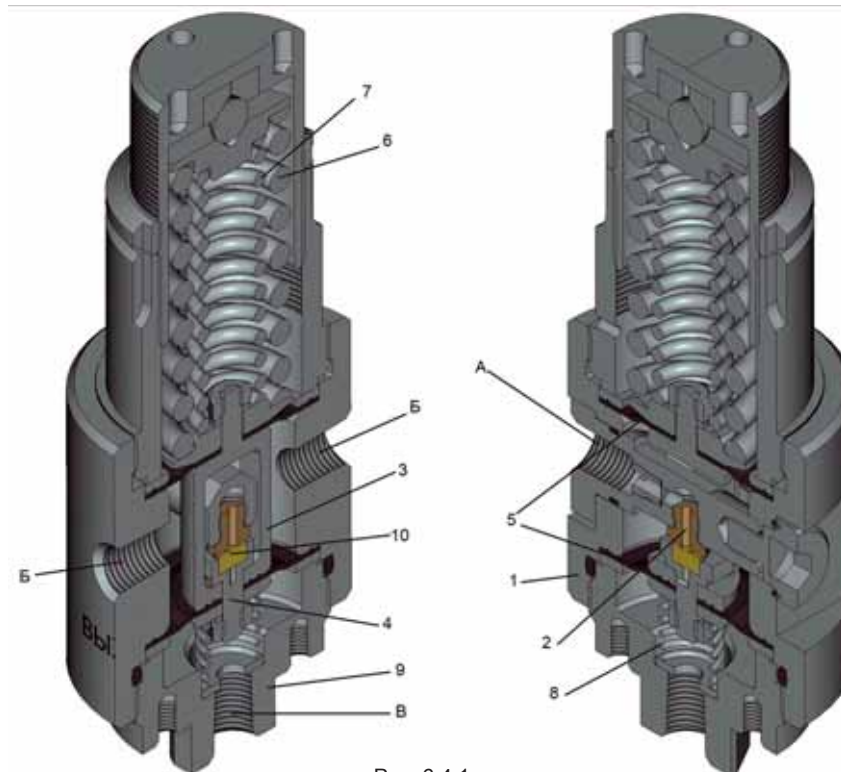

Рис. 6.4.1
Газ под высоким давлением поступает на вход в камеру А (рис. 6.4.1) в корпусе 1 и через сопло 2 во внутреннюю полость корпуса и далее на один из выходов Б. Жестко связанные между собой хомут 3, седло 4 и две диафрагмы 5 находятся в уравновешенном состоянии под воздействием пружин 6 (7) и 8 и давления газа в полости корпуса 1, а также под воздействием давления газа на выходе регулятора, которое подается в камеру обратной связи, образуемую крышкой 9, на вход В. В результате возникает сила, противодействующая усилию пружины 6 (7), которая стремится закрыть сопло 2. Пружина 6 (7) стремится его открыть. Изменение давления на выходе приводит к изменению усилия, создаваемого диафрагмой 5 в камере обратной связи. Под воздействием этой силы изменяется зазор между соплом 2 и диском 10 и, следовательно, изменяется расход газа через этот зазор. В результате давление на выходе стремится вернуться к заданному значению. Для принудительного изменения давления на выходе изменяется затяжка пружины 6 и 7.